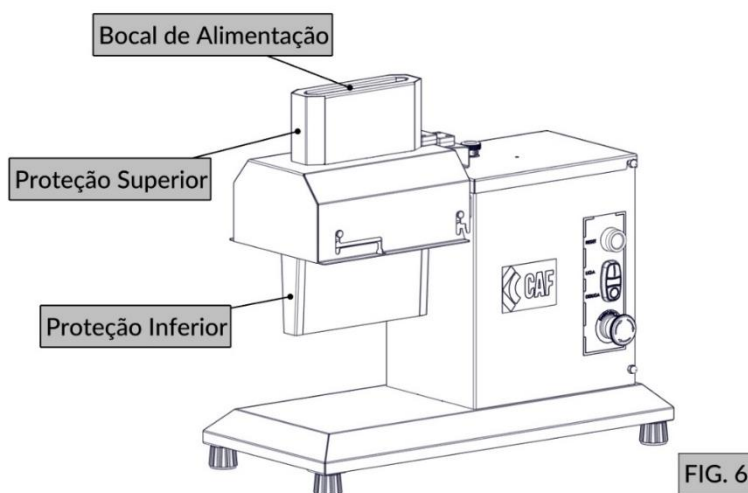

FIG. 6
- Bocal de alimentação (FIG. 6): Impede o acesso dos membros superiores na zona de convergência dos rolos dentados.
- Proteção superior (FIG. 6): Proteção móvel associada a um dispositivo de intertravamento, que impede o operador ter acesso a zona de perigo a máquina (rolos dentados).
- Proteção inferior (FIG. 6): Proteção fixa localizada na abertura da zona de descarga, impedindo o acesso das mãos do usuário.